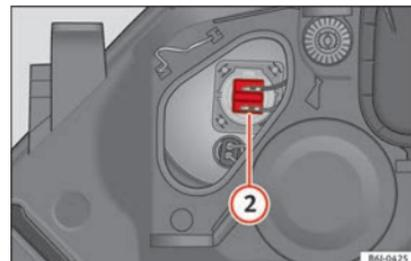

Fig. 183 Luz de carretera.
- Extraiga el conector » fig. 183 ② tirando hacia afuera.